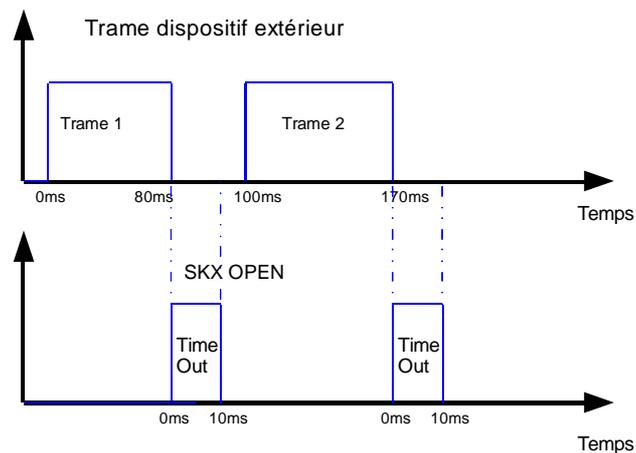

Figure 5. TimeOut bien défini.
***Second cas :** L'utilisateur définit un TimeOut de 10ms. La Figure 5 représente ce fonctionnement :*